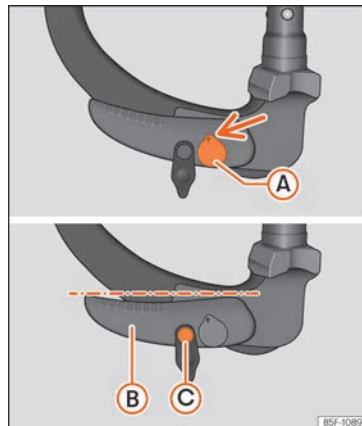

Fig. 266 Posición de reserva: posición de la palanca y el perno de desbloqueo
- La llave (A) »» fig. 266 se encuentra en la posición desbloqueada (la parte agujereada de la llave se muestra hacia arriba).
- La palanca (B) »» fig. 266 se encuentra en la posición inferior.
- Se puede mover el perno de desbloqueo (C) »» fig. 266.